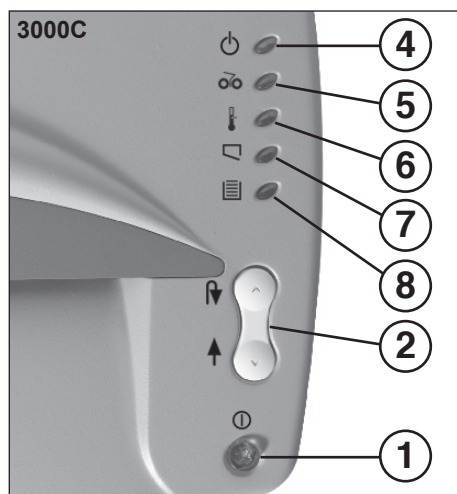

Рис. 1
"Готовность к работе" (рис. 1)
- 2 = Переключатель с качающимся рычажком (вперед / назад) (рис. 1)
- 5 = Контрольная лампочка (рис. 1)
- 6 = Контрольная индикация (рис. 1)
- 7 = Контрольная лампочка "Отсутствует корзина" (рис. 1)
- 8 = Контрольная лампочка (рис. 1)
- Включить машину кнопочным выключателем (1) (рис. 1). Загорится контрольная индикация (4) (рис. 1).
**Указание:** для измельчения прозрачных для света пленок необходимо включить машину вручную на прямой ход (установить переключатель с качающимся рычажком (1) (рис. 1) в положение «↑»).
Перед достижением максимального заполнения, при котором машина отключается, раздается звуковой сигнал до трёх раз как указание на то, что корзину следует опорожнить. Когда приемная корзина заполнена, машина отключается. Загорается контрольная индикация (8) (рис. 1).
- Выдвиньте приемную корзину вперед и выгрузите ее содержимое. Загорается контрольная лампочка (7) (рис. 1).
Следите за тем, чтобы прибор в ночное время был выключен с помощью переключателя (1) (рис. 1).
- Загорается контрольная индикаторная лампочка (5) (рис. 1).
- На непродолжительное время установить переключатель с качающимся рычажком (1) (рис. 1) в положение «↑».
- Контрольная индикация (5) (рис. 1) погаснет.
если происходит перегрузка двигателя, то он отключается. Загорается контрольная индикаторная лампочка (6) (рис. 1). Выключите прибор с помощью переключателя (1) (рис. 1). По истечении времени охлаждения 50-55 минут (в зависимости от температуры в помещении) Вы можете снова включать прибора.